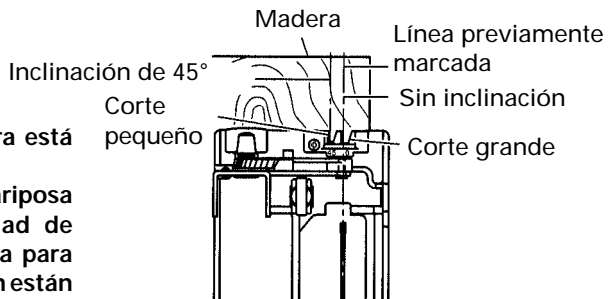
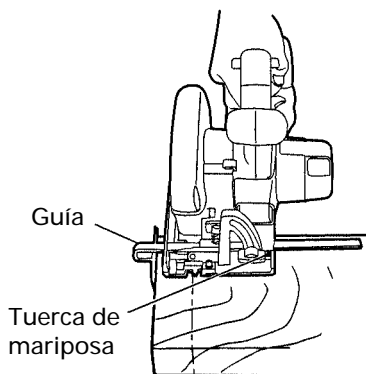
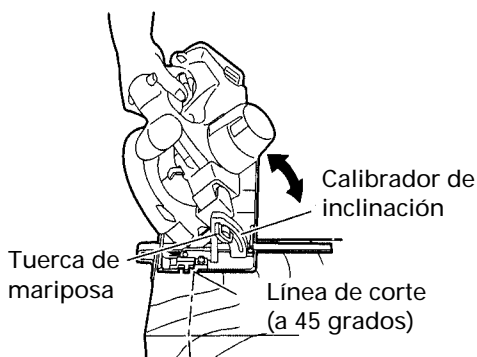

Fig. 14 (Vista superior)
Fig. 15 Sin inclinación
Fig. 16
- (1) Coloque la base sobre el material, y después alinee la línea previamente marcada y la hoja de sierra con la sección de la escala frontal de la pieza guía de la parte frontal de la base. (Fig. 14)
- (2) Cuando la base no esté inclinada, utilice el corte grande como pieza guía. (Fig. 14 y Fig. 15)
Si la base está inclinada (45grados), utilice la escala frontal pequeña como pieza guía. (Fig. 14 y Fig. 16)